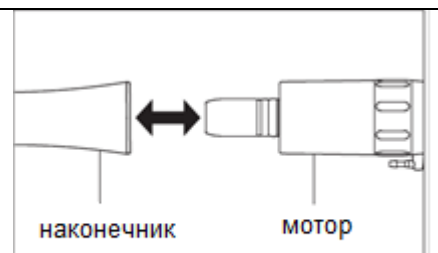

Рис. 1
- 1) Подсоедините наконечник напрямую к мотору (Рис. 1). При подсоединении наконечника с функцией подсветки, поверните наконечник до щелчка, который означает, что устройство зафиксировалось в рабочем положении.